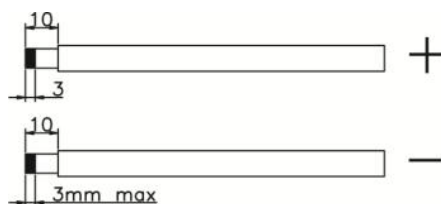

Bild 5
Schritt 3. Isolieren Sie das Plus- und Minuskabel jeweils um 10 mm ab. (Siehe Bild 5)